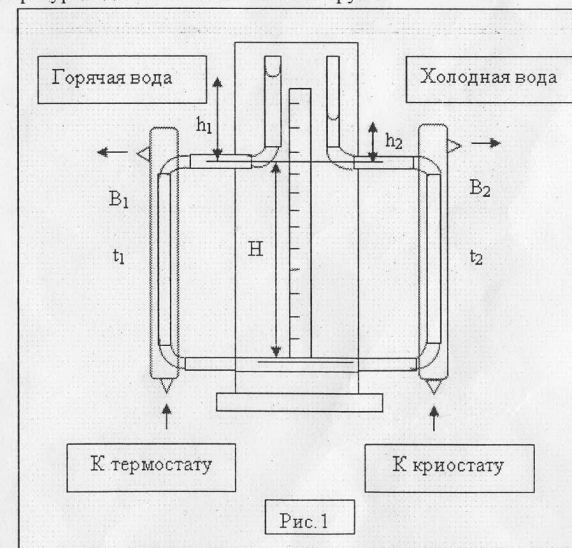

Рис.1
Такая ситуация с разными уровнями одной и той же жидкости в сообщающихся сосудах показана на рис.1, где представлена схема прибора. Исследуемая жидкость заполняет две сообщающиеся вертикальные трубки, открытые концы которых сведены вместе для удобства отсчета разностей уровней. Оба вертикальных колена этой системы помещаются в термостаты в виде сосудов-«рубашек», через один из которых (левый на
Схема прибора показана на рис.1. Исследуемая жидкость заполняет трубку, которой придана показанная на рисунке форма. Открытые концы трубки сведены вместе для удобства отсчета разности уровней. Оба вертикальных колена трубки помещаются в термостаты В₁ и В₂, представляющие собой сосуды, через которые пропускается вода с заданной температурой. С помощью этих сосудов – «рубашек» устанавливается требуемая разность температур жидкости в обоих коленах трубки.
5. Измерить и записать над таблицей значение высоты H уровня столба жидкости в коленях прибора рис.1